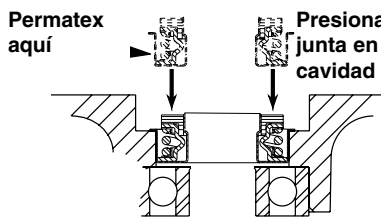

Figura 1
**AVISO:** Asegúrese de que las superficies de la junta de estancamiento estén limpias y sin averías. Aplique Permatex #2 o un producto equivalente con moderación en el borde exterior del cuerpo de la junta (con el resorte). Figura 1.
1. Presione el nuevo cuerpo de la junta en la cavidad de la placa de estancamiento (Figura 1).